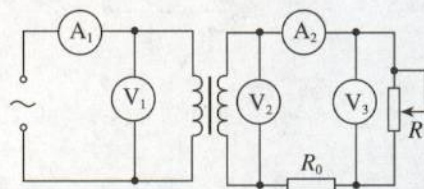

图 5.4-9 用电器增加时各表读数如何变化？
5. 图 5.4-9 是街头变压器通过降压给用户供电的示意图。变压器的输入电压是市区电网的电压，负载变化时输入电压不会有大的波动。输出电压通过输电线输送给用户，两条输电线的总电阻用 R_0 表示，变阻器 R 代表用户用电器的总电阻，当用电器增加时，相当于 R 的值减小（滑动片向下移）。如果变压器上的能量损失可以忽略，当用户的用电器增加时，图中各表的读数如何变化？